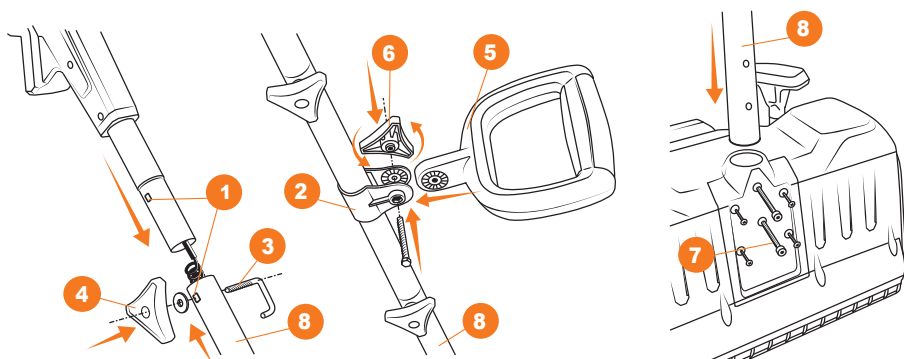

Рис. 3
- Установите дополнительную рукоятку **5** на специальное крепление **2** на штанге **8** (рис. 3).
- Вставьте винт-скобу ③ в отверстия и закрепите их с помощью специальной гайки ④.
- Закрепите штангу ⑧ в корпусе снегоуборщика с помощью специальных винтов ⑦.